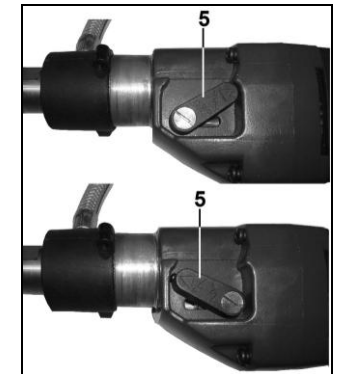

Рис. 6
7.3. Изменение скорости частоты вращения шпинделя (Рис. 6, 7)
7.3.1. Для изменения скорости частоты вращения шпинделя необходимо переключатель частоты вращения шпинделя (5) переключить на требуемую скорость:
- Для ДАЭ-2 132Э: две скорости 1 и 2 (Рис. 6).